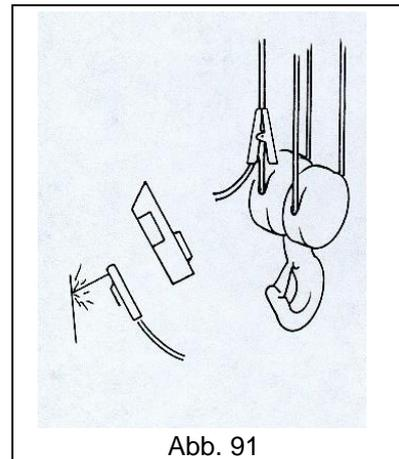

Abb. 91
- **NIEMALS** das Seil bzw. die Kette zur Erdung von Schweißgeräten verwenden (Abb. 91).